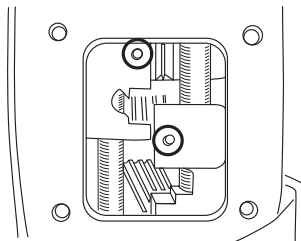

Рис. 8
- а. установите направляющие штифты (**Рис. 8** обведены) в вилки переключения РК (диаметр штифтов 4 мм, высота над вилкой должна составлять 4-5 мм);